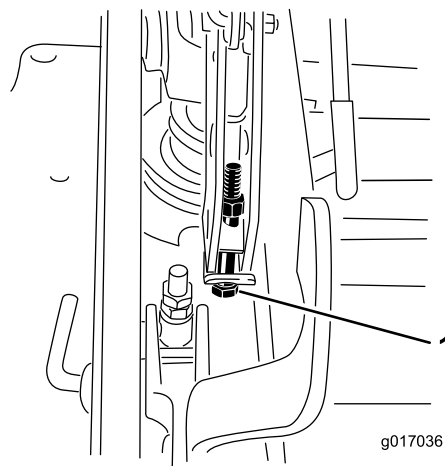

Figura 97
14. Si la carcassas está demasiado baja, apriete el perno del ajuste de un solo punto girándolo en el sentido de las agujas del reloj. Si la carcassas está demasiado alta, afloje el perno del ajuste de un solo punto girándolo en el sentido contrario a las agujas del reloj (Figura 97).